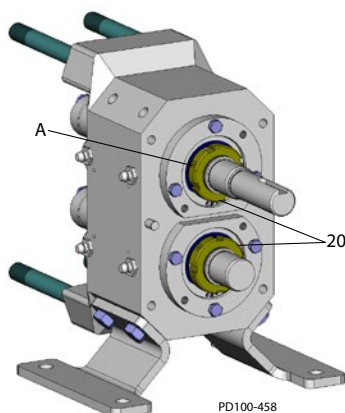

Figura 51: Apriete los tornillos de ajuste
4. Apriete o afloje la tuerca de sujeción del cojinete (Figura 51, renglón 20) hasta alcanzar el valor de par de apriete que se muestra en la Tabla 6.
5. Apriete los tornillos de ajuste/sujeción (Figura 51, renglón A) en las tuercas de sujeción del cojinete (elemento 20).